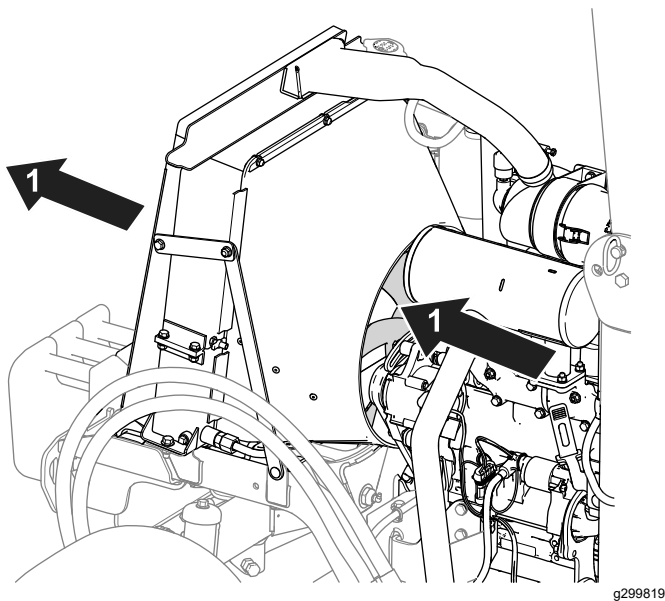

Figura 75
- Utilice aire comprimido para limpiar las aletas del radiador. Dirija el chorro de aire hacia fuera de la máquina (Figura 75).